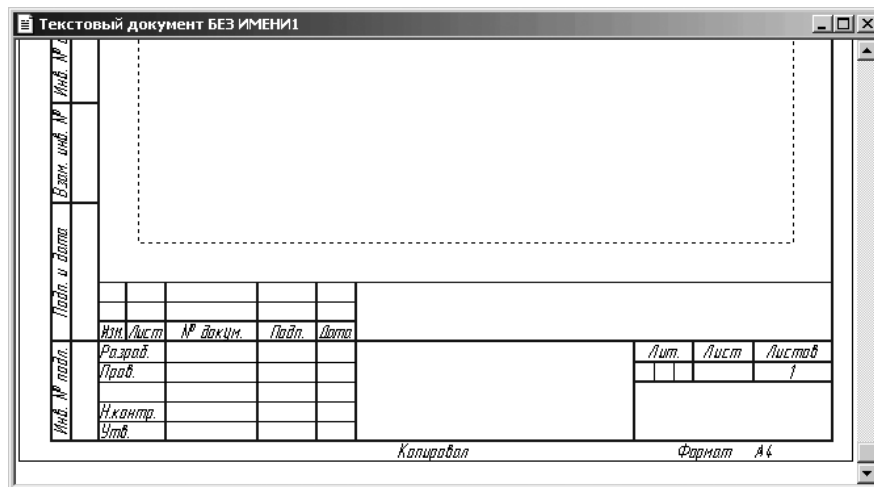

Рис. 5.89. Основная надпись первого текстового листа с масштабом по ширине
- переместите бегунок в нижнюю правую часть. Появится основная надпись первого текстового листа с масштабом по ширине (рис. 5.89);